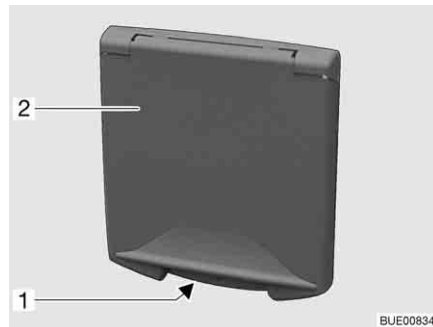

Bild 47 Druckschloss Serviceklappe
- Schlüssel in Schließzylinder des abschließbaren Druckschlusses (Bild 47,1) stecken und eine viertel Umdrehung drehen. Das Druckschloss ist entriegelt.
- Schlüssel in Schließzylinder des abschließbaren Druckschlusses (Bild 47,1) stecken und eine viertel Umdrehung drehen. Das Druckschloss ist verriegelt.